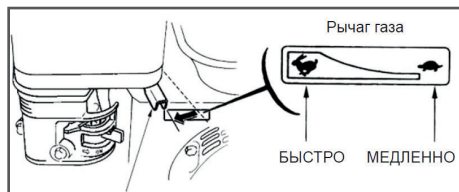

Рис. 20 Установка рычага газа
3. Переведите рычаг газа (Рис. 20) на 1/3 хода в сторону положения максимальных оборотов двигателя (обозначение зайца на наклейке- максимальные обороты, черепахи - холостые обороты).
1. Откройте топливный кран, переместив рычаг топливного крана в рабочее положение (ON).